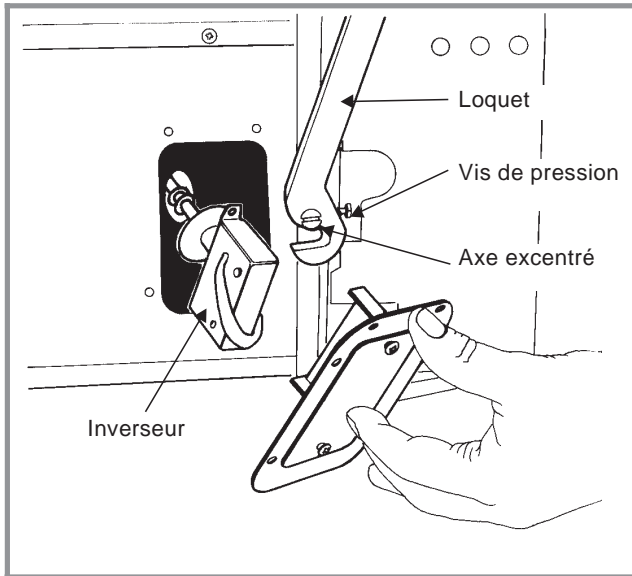

Fig. 18 - Accès à l'inverseur thermique
- Verrouiller le brûleur sur le corps de chauffe et vérifier l'étanchéité du joint ; parfaire l'étanchéité en agissant sur l'axe excentré des loquets de verrouillage (fig. 18).